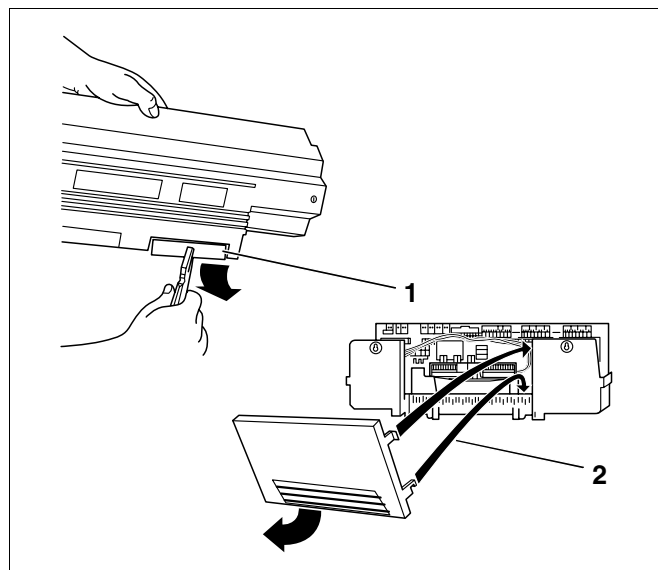

Fig. 59 Préparation - passage de câbles
- Si nécessaire, enlever les parties prédécoupées (fig. 59, **pos. 1**) dans la paroi arrière du passage de câbles (Logamatic 33..) ou dans la paroi arrière démontable (Logamatic 43..)(fig. 59, **pos. 2**).
- Accrocher la paroi arrière (Logamatic 43..) avec le crochet inférieur dans le cadre de serrage, puis appuyer sur le dessus jusqu'à ce que les crochets latéraux s'enclenchent (fig. 59, **pos. 2**).